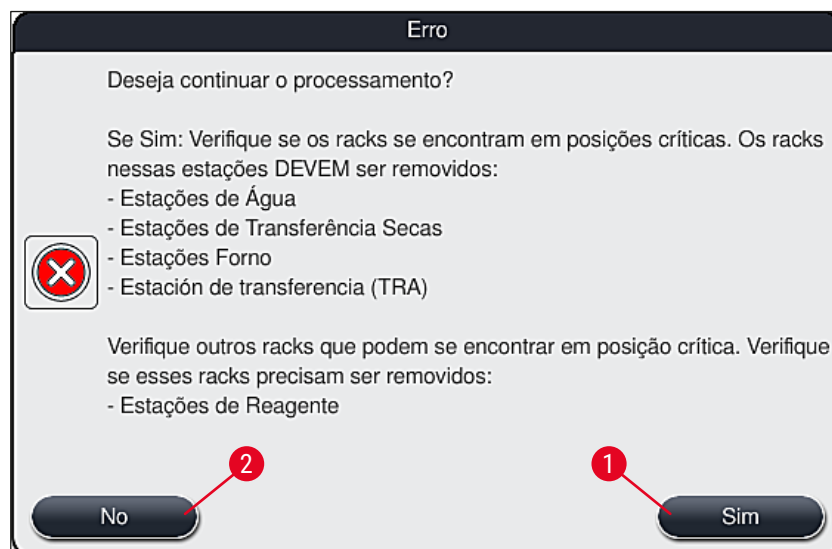

Fig. 112
4. Em seguida, o usuário tem a opção de selecionar se o processo de coloração precisa ou não ser retomado (→ P. 142 – 8.2.2 Retomada do processo de coloração após uma falha de energia elétrica) ou cancelado (→ P. 143 – 8.2.3 Cancelamento de todos os processo de coloração após uma falha de energia elétrica) (→ "Fig. 112").
2. Remova os racks críticos do aparelho, de acordo com a mensagem de informações (→ "Fig. 112") anterior e confirme a remoção pressionando a estação correspondente (→ "Fig. 113-1") na tela.
O cancelamento do processo de coloração e o retorno ao menu de seleção anterior (→ "Fig. 112") pode ser desfeito pressionando o botão **Cancelar** (→ "Fig. 114-2").